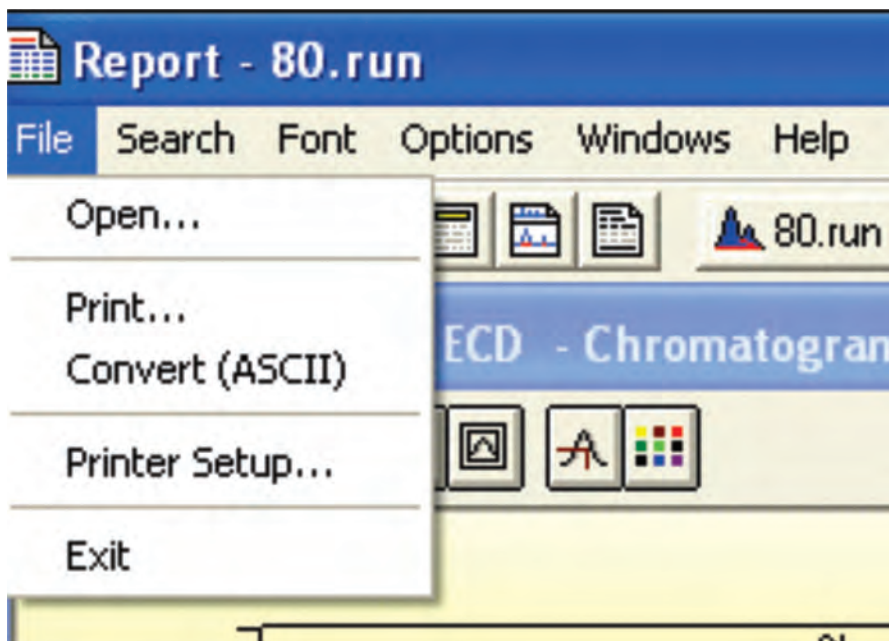

Figura 39. Comandos para conversão do arquivo gerado em outros formatos (word e excel) e impressão.
- Para converter os resultados em **Ascii**, encaminhar os dados do relatório no Word ou em uma planilha Excel e imprimir, clicar em **File** na barra de ferramentas (Figura 39).